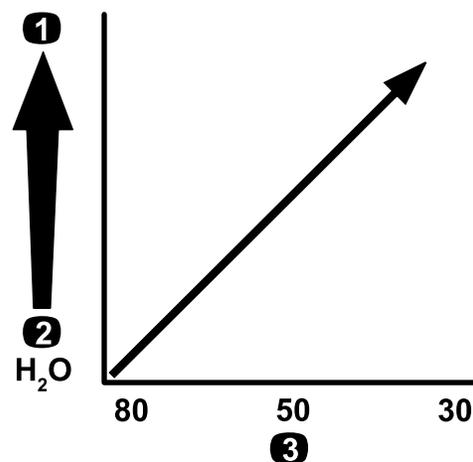

図 90
**重要** 粘度の高いドロドロした薬剤や、ウェットブル水和剤を散布する場合には、オプションの目の粗いスクリーンが必要になる場合があります 図 90を参照。